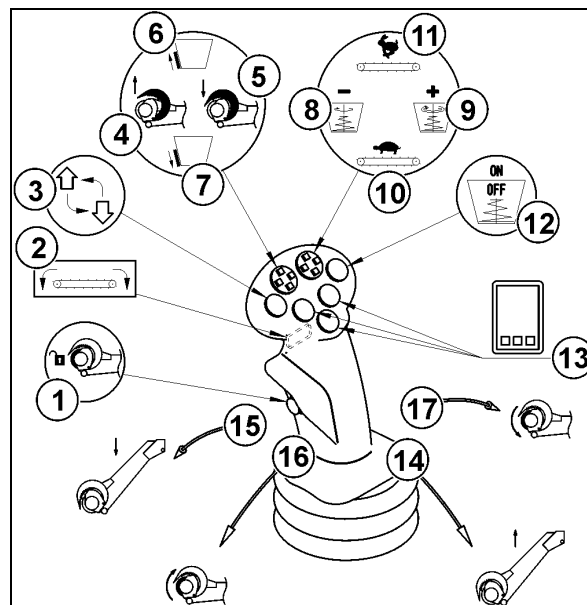

Fig. 154
9. Beginnen Sie mit der Entnahme der Silage (Fig. 154/1, 16, 15).
Unterbrechen Sie die Entnahme und reversieren Sie die Fördertrummel (Fig. 154/17)!
Unterbrechen Sie die Entnahme und reversieren Sie das Elevatorband (Fig. 154/13)!